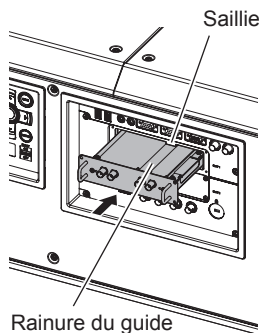

Fig. 2
2) Installez la carte d'interface dans le projecteur. (Fig. 2)